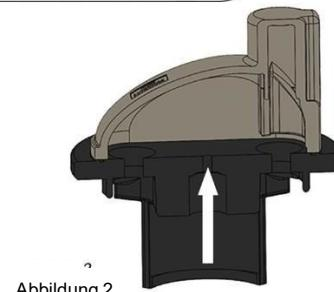

Abbildung 2
4. Bei Pumpen mit integriertem Druckbegrenzungsventil befindet sich die Blende am unteren Ende der Pilotbohrung für die Spindel in der Kopfplatte. Dies gilt nur für die Pumpengrößen E1-2 bis E1-82. Es gibt keine "Head Block-Off"-Löcher oder Anschlüsse, die beim Umschalten der Drehung gewechselt werden müssen (Abbildung 2), sondern nur das Gehäuse. Die Ausrichtung des Druckbegrenzungsventils muss um 180 Grad gedreht werden, so dass der Feder-/Tellerteil des Ventils am nächsten an der Auslassöffnung ist.